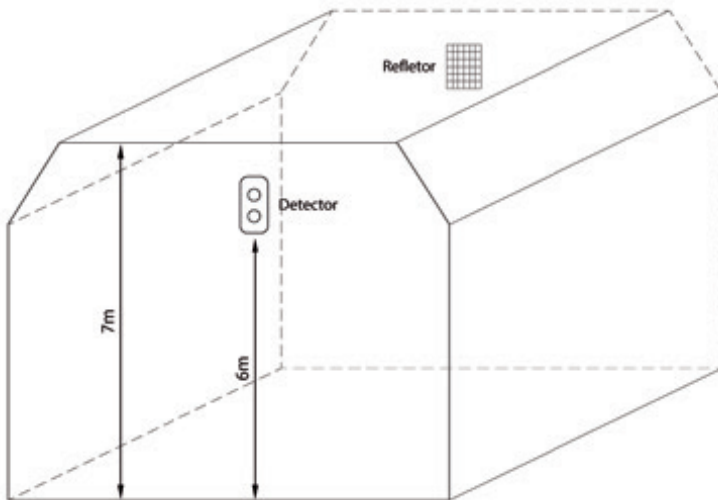

Fig. 5
b) Quando a altura do espaço estiver entre 5m e 8m, o conjunto deve ser instalado de 0,5m a 1m de distância do teto, como mostrado na Fig. 5.